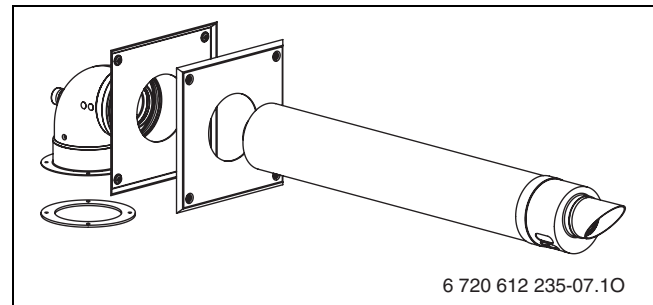

Bild 1 Grundbausatz 60/100
- Abgaszubehör Grundbausatz Ø 60/100 (→ Bild 1)